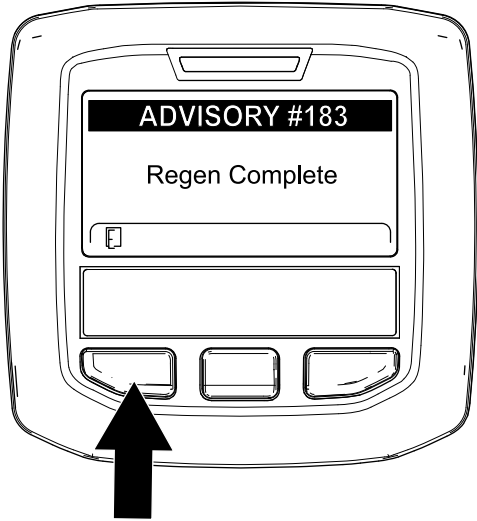

Figura 61
9. Cuando la computadora del motor finaliza una regeneración estacionaria o de recuperación, el InfoCenter muestra el Aviso N° 183 (Figura 61). Pulse el botón izquierdo para salir de la pantalla de inicio.
Nota: Si la regeneración no se completa, el InfoCenter muestra el Aviso N° 184 (Figura 61). Pulse el botón izquierdo para salir de la pantalla de inicio.